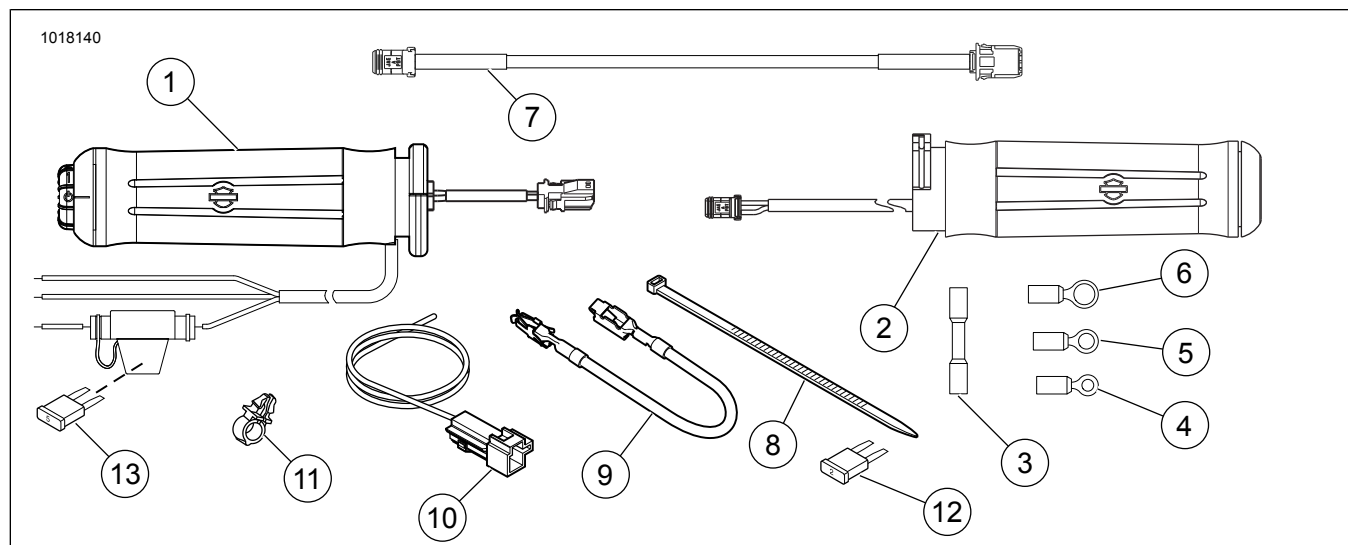

Figura 22. Piezas de servicio: Kits de empuñaduras con calefacción
1. Vea Figura 22. Seleccione el terminal de anillo correcto (4, 5 o 6) del kit para que se adapte al espárrago del terminal plateado (con el cable rojo) en el disyuntor.
2. Vea Figura 22. Seleccione el terminal de anillo correcto (4, 5 o 6) del kit para que se adapte al espárrago del terminal plateado (con el cable rojo) en el disyuntor.
2. Vea Figura 22. Enchufe el arnés adaptador (10) del kit en el conector B+.
Consulte Figura 22 y Tabla 1.